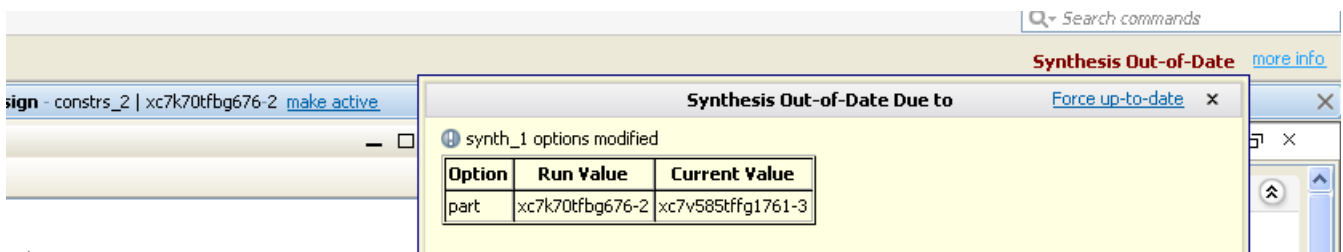

図 2-15 : デザインの再読み込みが必要であることを示すバナー
ソース ファイル、ネットリスト、またはインプリメンテーション結果がアップデートされると、開いた合成済みデザインまたはインプリメント済みデザインのデザイン ビュー バナーの右側に「out-of-date」というメッセージが表示され、run が最新の状態ではないことが示されます (図 2-15)。デザインのどの部分が最新ではないのかを確認するには、[more info] リンクをクリックします。
- [Force up-to-date] : 図 2-15 に示す [more info] をクリックすると開く [Out-of-Date Due to] ウィンドウに表示されるリンクです。